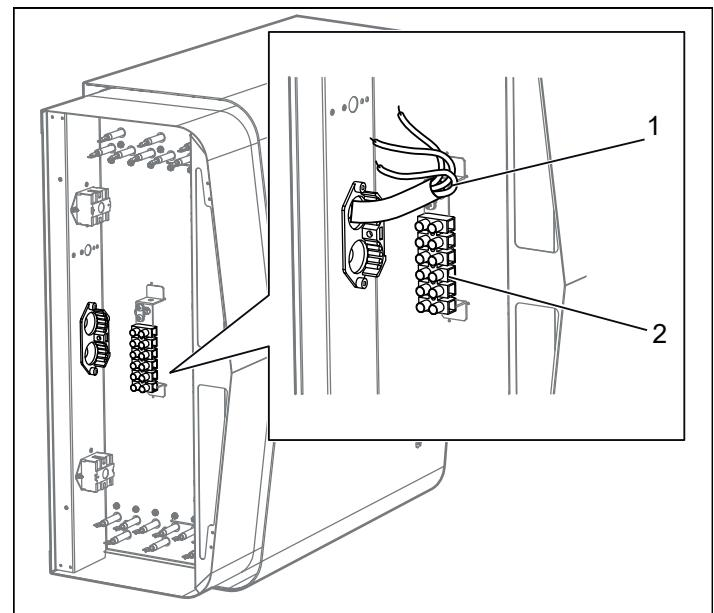

Рисунок 10: Электрическое соединение
- Подключите электрический кабель (см. Рисунок 10) согласно схеме соединений (см. раздел Подключение/Схема соединений, Рисунок 17-24).